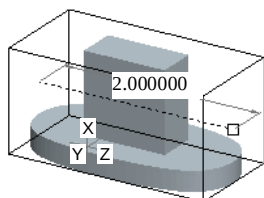

图 5.2.16 设置拉伸比例值后
Step2. 在该界面中选中 ☒ **比例** 复选框, 然后输入拉伸比例值 2.0, 并按回车键, 此时模型如图 5.2.16 所示。